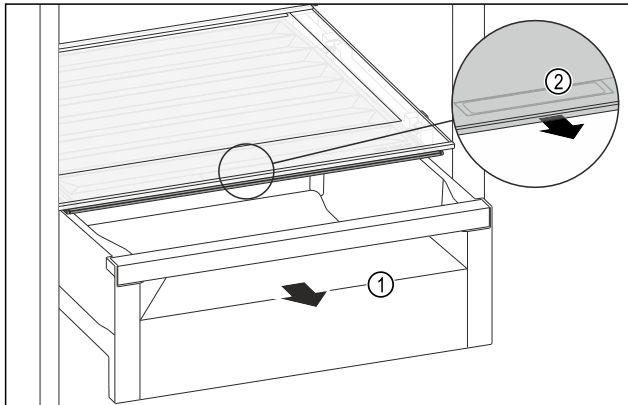

Fig. 112
- ▶ Извлеките выдвижной ящик Fig. 112 (1).
- ▶ Возьмитесь за утопленную ручку Fig. 112 (2) на крышке отделения и одновременно потяните крышку отделения вперед.